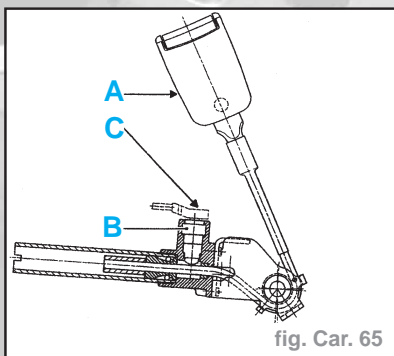

fig. Car. 65
- Un prétensionneur comporte (fig. Car. 65) :
- une boucle de ceinture spécifique (A)
- un générateur de gaz pyrotechnique avec son allumeur (B)